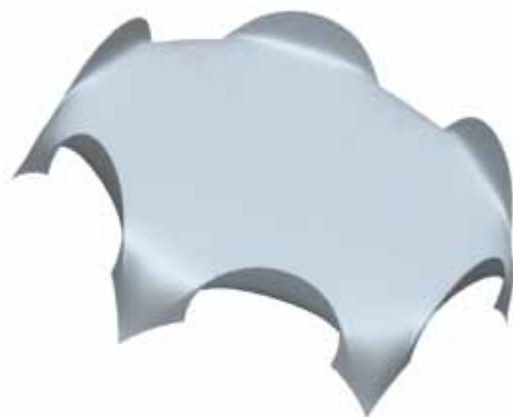

图 23-3
- (1) 单击菜单【插入】 【高级】 【圆锥曲面和 N 侧曲面】命令。
- (2) 在【边界选项】菜单中单击【N 侧曲面】、【完成】命令。
- (3) 按下 Ctrl 键，在图形窗口中依次选择 6 组弧形曲线。
- (4) 选择完毕，单击【选取】对话框中的【确定】按钮。
- (5) 单击【链】菜单中的【完成】命令。
- (6) 单击鼠标中键完成多边曲面的建立，隐藏各曲线，结果如图 23-3 所示。